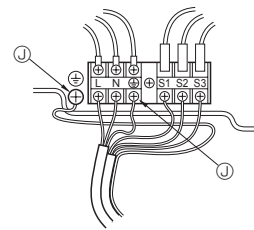

Fig. 6-2
6.1. Utomhusenhet (Fig. 6-1, Fig. 6-2)
- ① Ta bort servicepanelen.
- ② Hänvisa till fig. 6-1 och fig. 6-2 när kablarna dras.